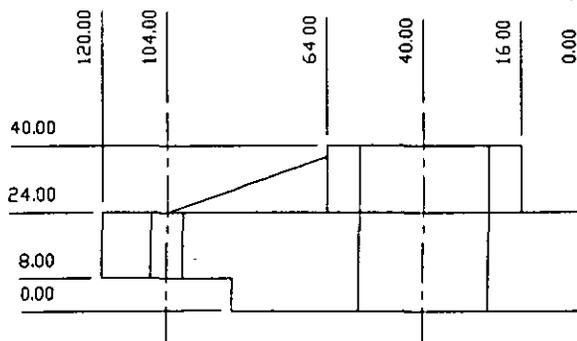

Figura 6-33. Dimensiones de ordenadas terminadas
- Use la opción X-Datum para terminar las demás dimensiones de ordenadas, como muestra la Figura 6-33.